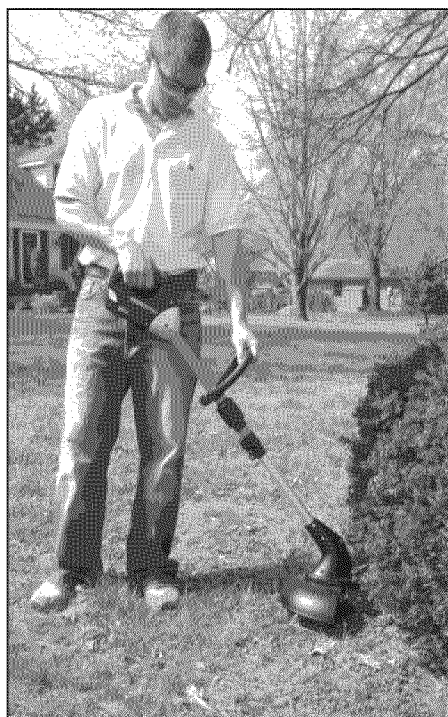

Figure 20 - Façon de tenir le taille-bordures / coupe-bordures
2. Tenez fermement l'appareil au moyen des poignées avant et arrière (voir la Figure 20).